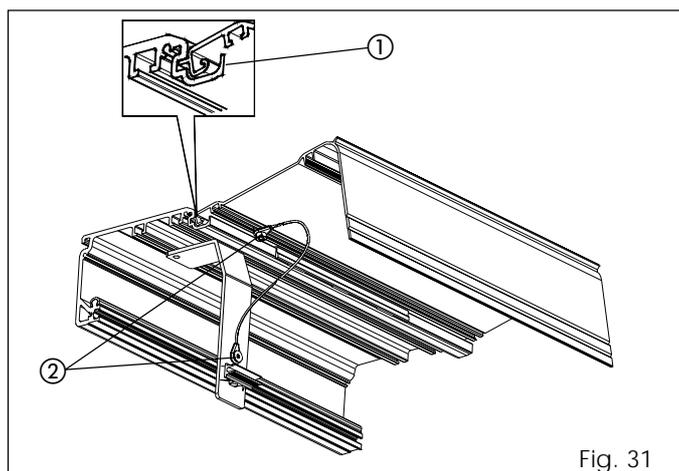

Fig. 31
- Per tenere il carter aperto, sollevarlo e spingerlo verso il profilo fino ad ottenere l'incastro della sporgenza metallica nella sede del profilo (fig. 31 rif. ①).
- Fissare i cavetti paracadute al carter e alle staffe fissaggio carter come indicato in fig. 31 rif. ②.